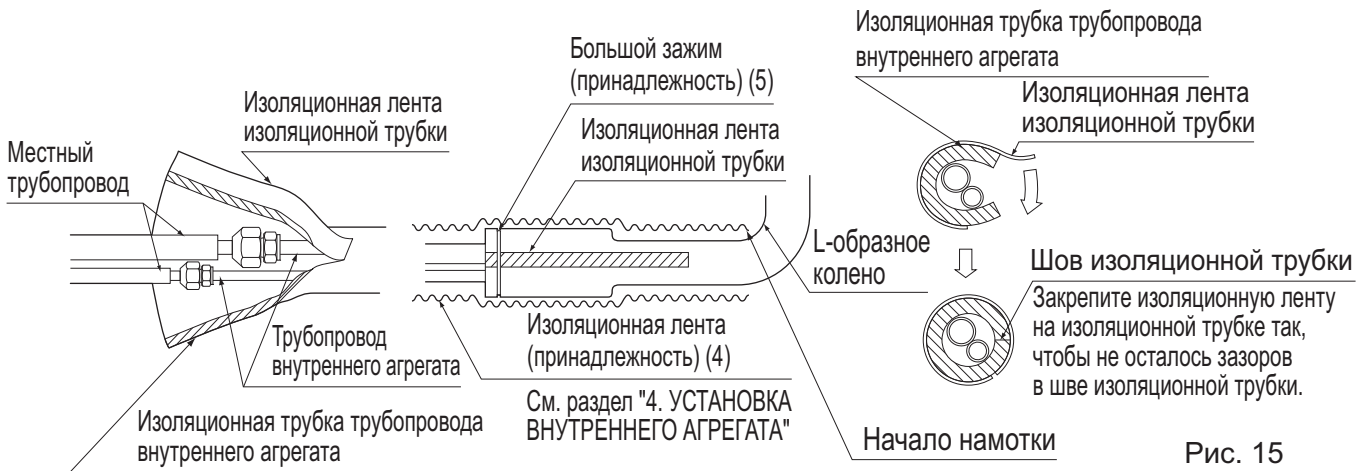

Рис. 15
- После проверки, нет ли утечек газа, обязательно заизолируйте соединения труб с использованием дополнительных изоляционных трубок и изоляционная лента (4). Изоляционную ленту (4) необходимо намотать от L-образного изгиба по всему участку до его окончания внутри блока. (См. рис. 15)